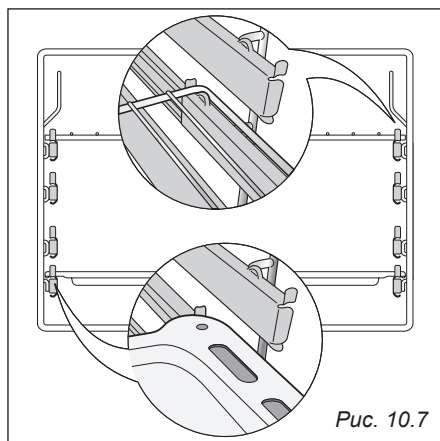

Рис. 10.7
- Установите полочку и противень на скользящих полочках (Рис. 10.7).